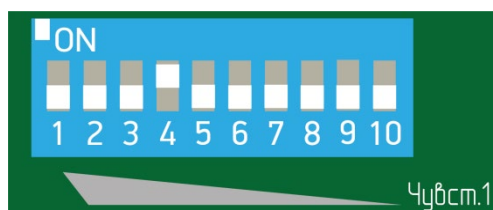

Рисунок 7.25
– при отсутствии тревожного извещения увеличить чувствительность, установив флажок 4 переключателя регулировки чувствительности в положение «ON» (верхнее положение), все остальные флажки в нижнее положение (рисунок 7.25) и повторить имитацию попытки несанкционированного проникновения через заграждение по выше указанной методике.